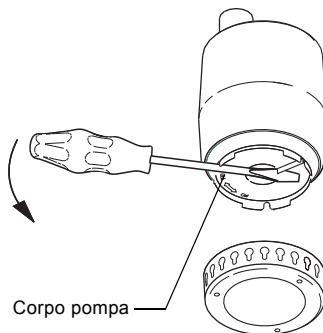

Fig. 11 Come rimuovere la camicia esterna
3. Ruotare il corpo pompa di 90° in senso antiorario usando un cacciavite, vedere la freccia sul corpo pompa. Premere fuori il corpo pompa. Vedere la fig. 11.